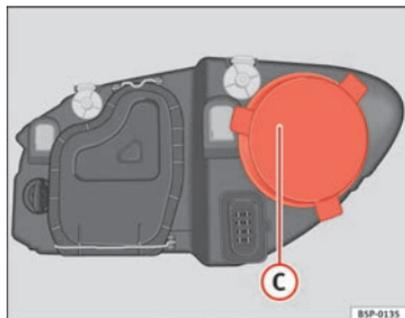

Fig. 190 Luz de carretera
- Retire la tapa ⇒ fig. 190 C tirando de la misma.